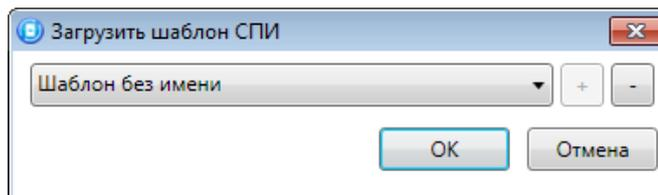

Рисунок 4.48 — Загрузить шаблон СПИ
**Загрузить шаблон настроек:** открытие окна *Загрузить шаблон SPI* (см. рисунок 4.48), с помощью которого можно сконфигурировать контроллер по предварительно созданному шаблону. Для того чтобы применить шаблон, выберите его в списке и нажмите кнопку *ОК*. Для того чтобы удалить один из сохраненных шаблонов, выберите его в списке и нажмите кнопку .